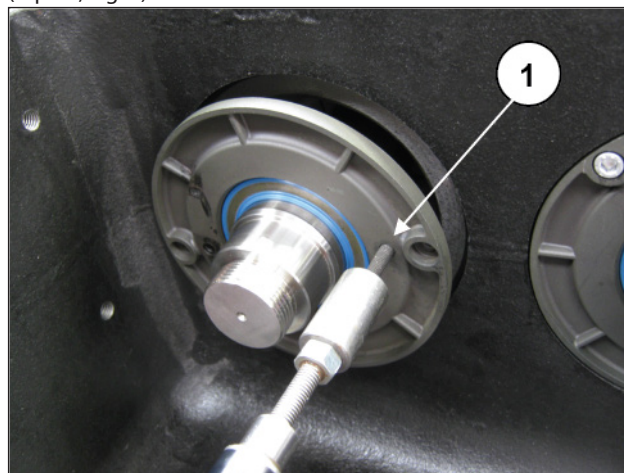
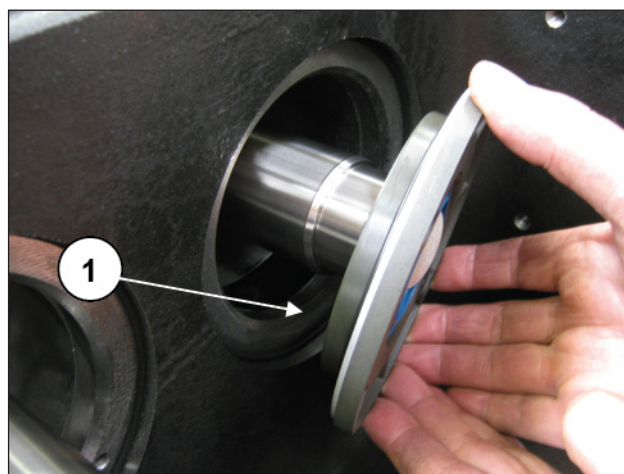

Fig. 3
Fig. 4
Visser une barre fileté ou une vis M6 faisant office d'extracteur dans les orifices prévus à cet effet sur le couvercle (rep. ①, Fig. 3) et dégager les couvercles du groupe pompe (rep. ①, Fig. 4).